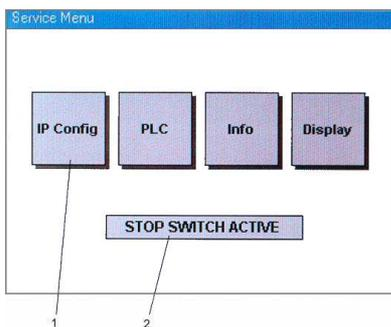
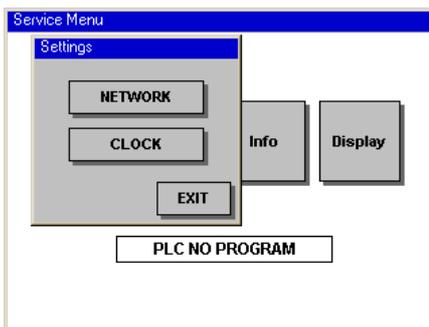

Abb. 22: Service-Menue
Abb. 23: Service-Menü (Dialog „Settings“)
- **Schaltflächen Menü-Optionen:** Schaltflächen zum Aufruf der Menü-Optionen im oberen Bereich des Dialogfensters (Abb. 22 / Pos. 1).
- **Systemmeldungen:** Status- und Fehlermeldungen des Gerätes werden im unteren Bereich des Dialogfensters angezeigt (Abb. 22 / Pos. 2).
Starten Sie das Service-Menü (Abb. 22) und drücken auf die Schaltfläche „CONFIG“, dann wählen Sie den Eintrag "NETWORK"( Abb. 23).